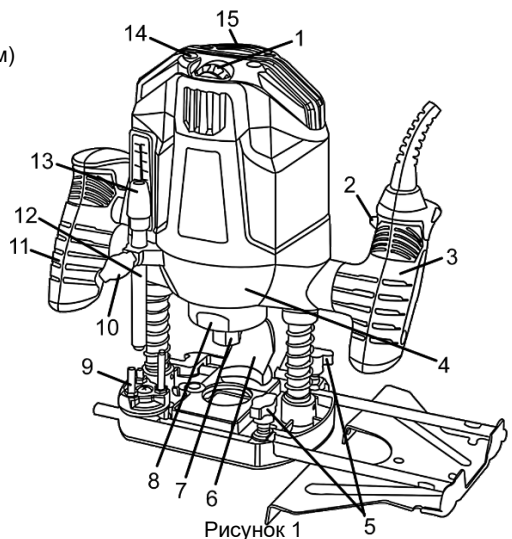
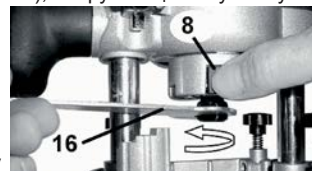
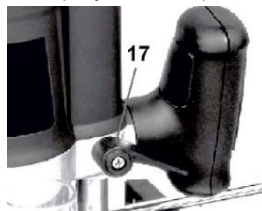

Рисунок 1
Рисунок 2
Рисунок 3
- утримуючи натиснутою кнопку блокування шпинделя (8, рисунок 1 і 2), викрутіть цангову гайку за допомогою гайкового ключа (16, рисунок 2) з комплекту постачання;
- послабте фіксатор обмежувача глибини (10, рисунок 1), поки сам обмежувач (12, рисунок 1) вільно випає вниз, не обіпреться у поворотний упор (9, рисунок 1);
- встановіть фрезер на плоску поверхню, відпустіть важіль фіксації глибини фрезерування (17, рисунок 3) та опустіть різальну головку фрезера (4, рисунок 1) так, щоб фреза торкнулася поверхні;
- зафіксуйте положення різальної головки фрезера за допомогою важеля фіксації (17, рисунок 3);
- обертаючи поворотний упор (9, рисунок 1) та механізм точного регулювання (13, рисунок 1), досягніть того, щоб червона позначка на «прапорці» обмежувача (12, рисунок 1) відповідала нульовому значенню на шкалі;
- підійміть обмежувач глибини до необхідного значення глибини фрезерування, орієнтуючись за шкалою та зафіксуйте його в такому положенні за допомогою фіксатора (10, рисунок 1);
- відпустіть важіль фіксації глибини фрезерування (17, рисунок 3).
Під час налаштування глибини занурення фрези слід пам'ятати, що в процесі роботи необхідна глибина фрезерування досягається за допомогою її поступового збільшення. Для зручності використання виробу, на його опорній платформі передбачено поворотний упор-обмежувач (9, рисунок 1), який дозволяє поступово й швидко збільшувати глибину занурення фрези без зміни положення обмежувача глибини (12, рисунок 1).
Налаштування частоти обертання шпинделя здійснюється шляхом обертання коліщатка регулятора (1, рисунок 1), розміщеного на різальній головці виробу (4, рисунок 1).
Вибір оснащення патрубком системи пиловідведення (6, рисунок 1) для підключення відповідного пристрою (пилососа), шланг якого під'єднують безпосередньо до патрубка. Патрубок фіксується двома гвинтами з комплекту постачання до опорної платформи (дивіться рисунок 5).
4.2.3 Послабте важіль фіксації глибини фрезерування (17, рисунок 3).
4.2.5 Надійно затягніть важіль фіксації глибини фрезерування (17, рисунок 3).
4.2.7 Якщо глибина фрезерування занадто велика, виконуйте обробку заготовки в декілька проходів, знімаючи за один прохід невеликий шар матеріалу. Для цього використовуйте ступіневий поворотний упор-обмежувач (9, рисунок 1). Спочатку встановіть необхідну кінцеву глибину фрезерування з використанням нижньої сходинок упору, і почніть вибірку з найвищої сходинок, опускаючись з кожним проходом на сходинок нижче.